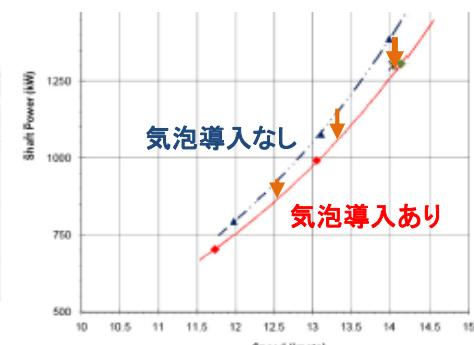

図4 実船試験での船舶スピードと軸動力 (Shaft Power) の関係
- 実船試験を行い、正味10～15%の動力節減を実証した。船舶スピード上昇と共に、動力節減効果も上昇した（図4）。